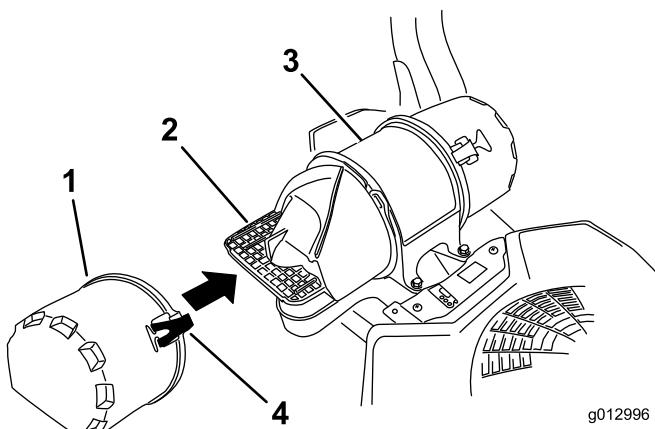

Figure 42
3. Ouvrez les dispositifs de verrouillage du filtre à air et séparez le couvercle d'entrée d'air du corps du filtre (Figure 42).
5. Reposez le couvercle d'entrée d'air et fixez-le avec les verrous (Figure 42).